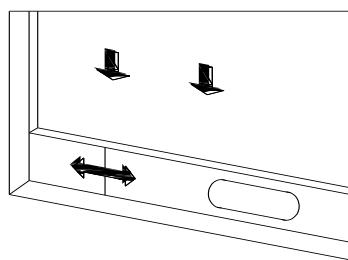
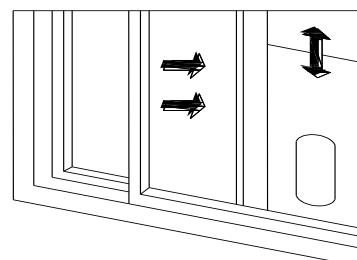

Abb. 2
Abb. 3
- 1) Das Fenster teilweise öffnen und das Fensterdichtplatte-Set ins Fenster einsetzen (siehe Abb. 2 und Abb. 3). Die Teile der Platte lassen sich sowohl waagerecht als auch senkrecht anbringen.